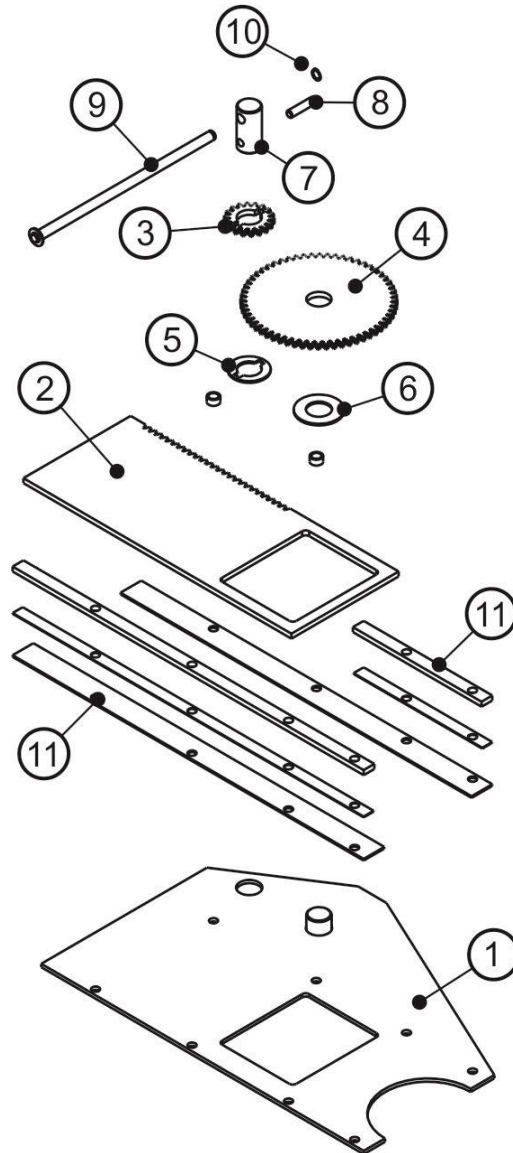

Рис.16
Плоский затвор (Рис.16) с реечным механизмом открывания и закрывания состоит из: подкладной плиты (1), шибера (2) с окном и зубчатой рейкой, малой (3) и большой (4) шестерен, фигурной (5) и проставочной (6) шайб, оси (7), штифта (8), рукоятки (9) со стопорным кольцом А20 ГОСТ 13942 (10).